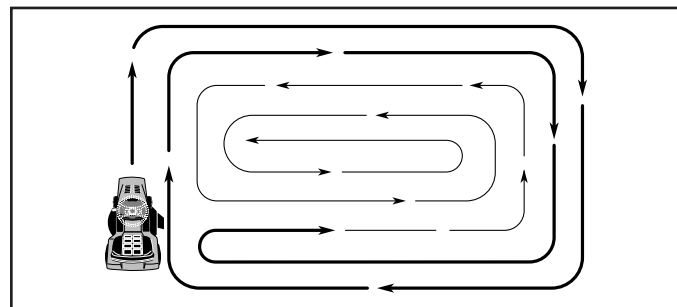

Fig. 17
- Para roçar grandes áreas, comece virando à direita para que os resíduos de grama sejam descartados longe de arbustos, cercas, passagens de automóveis, etc. Depois de uma ou duas passadas, corte na direção oposta, virando para a esquerda até finalizar a área. (Veja Fig. 17).